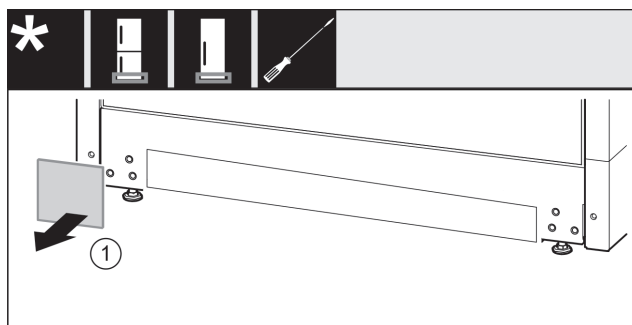

Fig. 18
- Afdekking Fig. 18 (1) wegnemen.